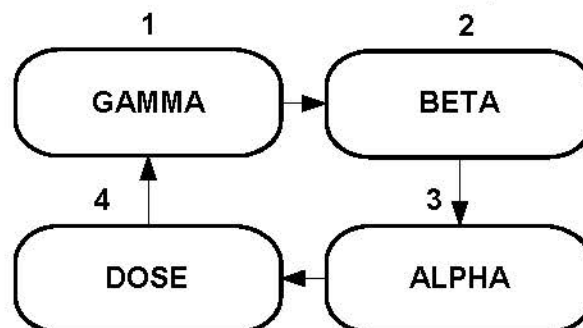
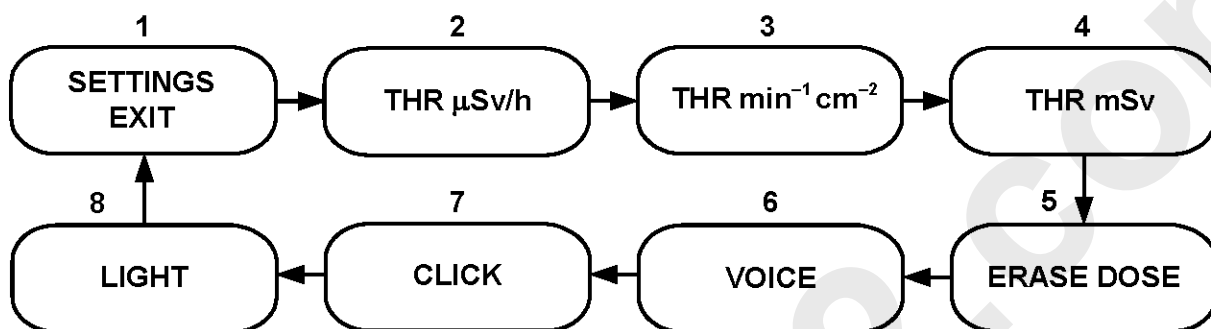

Рис. 2 Схема переключения режимов работы прибора
Рис. 3 - Схема переключения установок сигнализаций
б) переключение режимов работы осуществляется кратковременным нажатием (менее 1 с) кнопки «**MODE**» согласно схеме представленной на Рис. 2;
в) При длительном (более 2 с) нажатии кнопки «**MODE**» в любом из режимов «**GAMMA**», «**БЕТА**», «**ALPHA**» или «**DOSE**» прибор переходит в меню установок (на дисплее - «**SETTINGS EXIT**»). Установки сигнализаций циклически меняются по кругу кратковременными (менее 1 с) нажатиями кнопки «**MODE**» согласно схеме представленной на Рис.3. Выход из меню установок в основное меню режимов работы (Рис.2) – длительное удержании кнопки «**MODE**» при индикации на дисплее «**SETTINGS EXIT**».
Включить питание прибора (однократно нажать и отпустить кнопку «**POWER**»). При длительном (более 2 с) нажатии кнопки «**MODE**» в любом из режимов «**GAMMA**», «**DOSE**» «**BETA**» или «**ALPHA**», прибор переходит в меню установок (Рис.3), и на дисплее первоначально индицируется «**SETTINGS EXIT**». Кратковременными нажатиями кнопки «**MODE**» установить в верхней строке дисплея режим установки «**VOICE**» (Рис.3). Режим речевого озвучивания измерения мощности дозы «**PEREODICAL**», «**MANUAL**» или «**OFF**» ( на нижней строке) выбирается путём длительного удержания кнопки «**MODE**»:
**ВНИМАНИЕ.** В режиме «**GAMMA**» (при включённом «ручном» озвучивании - «**MANUAL**») кратковременное нажатие кнопки «**MODE**» включает только речевое сообщение (и подсветку дисплея), но не изменяет режимов работы прибора согласно Рис.2. Прибор постоянно находится
в режиме измерения «**GAMMA**». Выход в меню установок (Рис.3) - длительное удержание кнопки «**MODE**».
Включить питание прибора (однократно нажать и отпустить кнопку «**POWER**»). При длительном нажатии (более 2 с) кнопки «**MODE**» прибор переходит в меню установок (Рис.3). При индикации в верхней строке дисплея «**CLICK**» режим работы звуковой сигнализации интенсивности излучения («**ON**» или «**OFF**» в нижней строке) выбирается путем длительного удержания (более 2 с) кнопки «**MODE**»:
Включить питание прибора (однократно нажать и отпустить кнопку «**POWER**»). При длительном нажатии (более 2 с) кнопки «**MODE**» прибор переходит в меню установок (Рис.3). При индикации в верхней строке дисплея «**LIGHT**» длительность подсветки дисплея (в нижней строке) регулируется путем длительного удержания (более 2 с) кнопки «**MODE**»:
Включить питание прибора (однократно нажать и отпустить кнопку «**POWER**»). При длительном нажатии (более 2 с) кнопки «**MODE**» прибор переходит в меню установок (Рис.3). При индикации на дисплее «**THR  $\mu\text{Sv/h}$** » путем длительного удержания (более 2 с) кнопки «**MODE**» прибор переключается в подменю установки порога сигнализации мощности дозы и на дисплее индицируется «9999.9  $\mu\text{Sv/h}$ ».
Включить питание прибора (однократно нажать и отпустить кнопку «**POWER**»). При длительном нажатии (более 2 с) кнопки «**MODE**» прибор переходит в меню установок (Рис.3). При индикации на дисплее «**THR  $\text{min}^{-1} \text{cm}^{-2}$** » путем длительного удержания (более 2 с) кнопки «**MODE**» прибор переключается в подменю установки порога сигнализации плотности потока бета-частиц и на дисплее индицируется «99999  $\text{min}^{-1} \text{cm}^{-2}$ ».
Включить питание прибора (однократно нажать и отпустить кнопку «**POWER**»). При длительном нажатии (более 2 с) кнопки «**MODE**» прибор переходит в меню установок (Рис.3). При индикации на дисплее «**THR mSv**» путем длительного удержания (более 2 с) кнопки «**MODE**» прибор переключается в подменю установки порога сигнализации интегральной дозы и на дисплее индицируется «**999.999 mSv**».
Сброс (обнуление) интегральной дозы осуществляется в подменю установок (Рис.3) длительным (более 2с) двойным нажатием кнопки «**MODE**» при индикации на дисплее «**ERASE DOSE**».
- перезапустить режим «**БЕТА**» прибора кнопкой «**MODE**» (см. Рис. 2) и при достижении статистической погрешности менее 20%, зафиксировать среднее фоновое показание дисплея  $N_{\phi}$ , част./( $\text{мин} \cdot \text{см}^2$ );